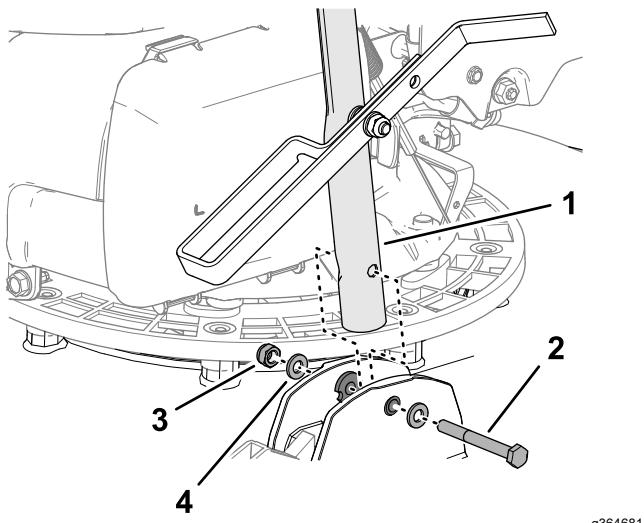

Figura 7
3. Allineate il foro nella stegola con i fori nelle bussole (Figura 7) e fissate la stegola alla macchina con un bullone (6 x 55 mm), 2 rondelle (6 mm) e un dado di bloccaggio (6 mm).